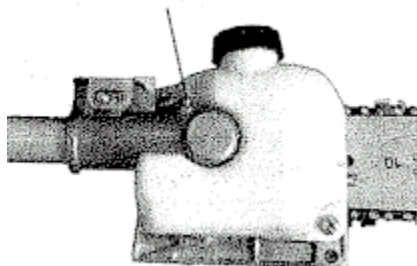

Imagen 37
■ Lubrique la caja de engranajes. Para realizar esta operación, primero saque la caja de engranajes del tubo superior exterior tal como se describe a continuación (Imagen 37):